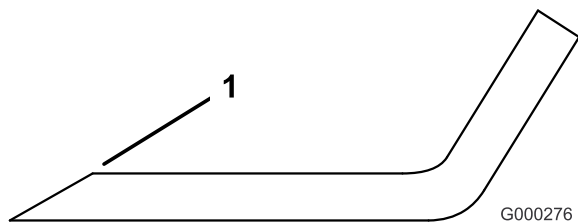

図 75
1. ブレードは、左右の刃先部分を研磨する (図 75)。刃先の角度を変えないように注意すること。左右を同じだけ削るようにすればバランスが狂わない。